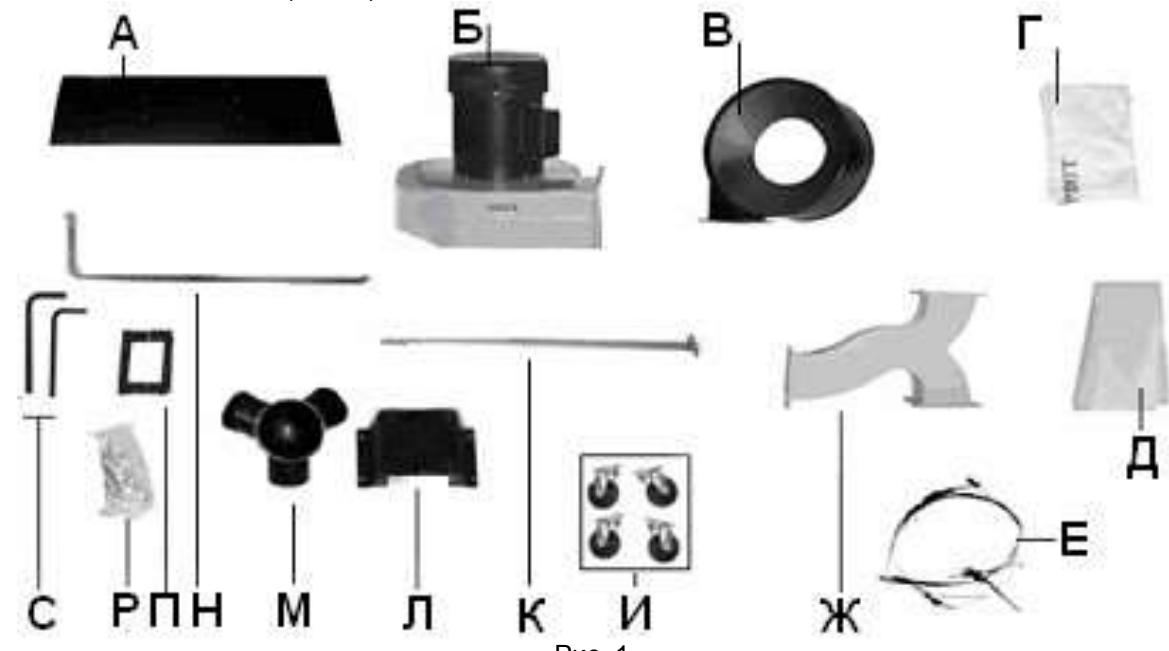

Рис. 1.
- 3.1. В комплект поставки входит (Рис. 1)